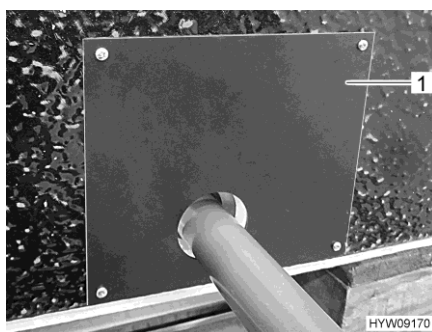

Bild 105 Abdeckung (Abwassertank-Wanne)
- Abdeckung (Bild 105,1) an der Abwassertank-Wanne abnehmen.
- Abdeckung (Bild 105,1) anbringen.